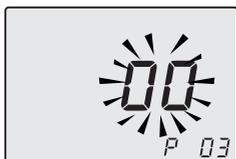

Figura 9.20
- Premere il tasto 17 per passare al parametro **P03** e visualizzare il relativo valore impostato: **00** = scambiatore sanitario a piastre (Figura 9.20).